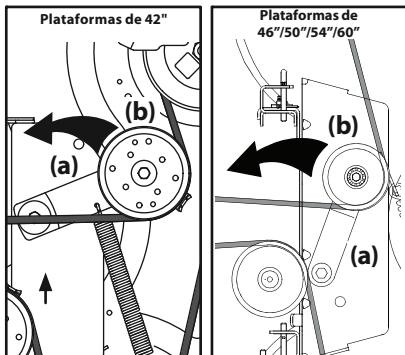

Figura 38
- Desde la parte media del tractor, haga girar el soporte de polea loca (a) y la polea loca móvil (b) hacia atrás, justo lo suficiente para levantar la correa, por encima de la polea del husillo. Consulte la Figura 38.